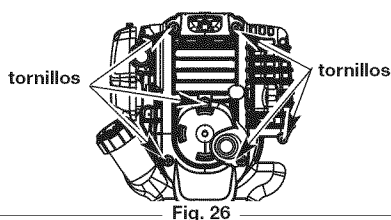

Fig. 26
1. Quite los dos (6) Tornillos de encima de la tapa del motor con un destornillador de pala o Torx #25 (Fig. 26).
4. Saque la cubierta del motor (Fig. 26).
1. Apague el motor y espere que se enfríe. Retire los seis (6) tornillos de la parte posterior de la tapa del motor con destornillador de cabeza plana o Torx No. T-25 (Fig. 26).